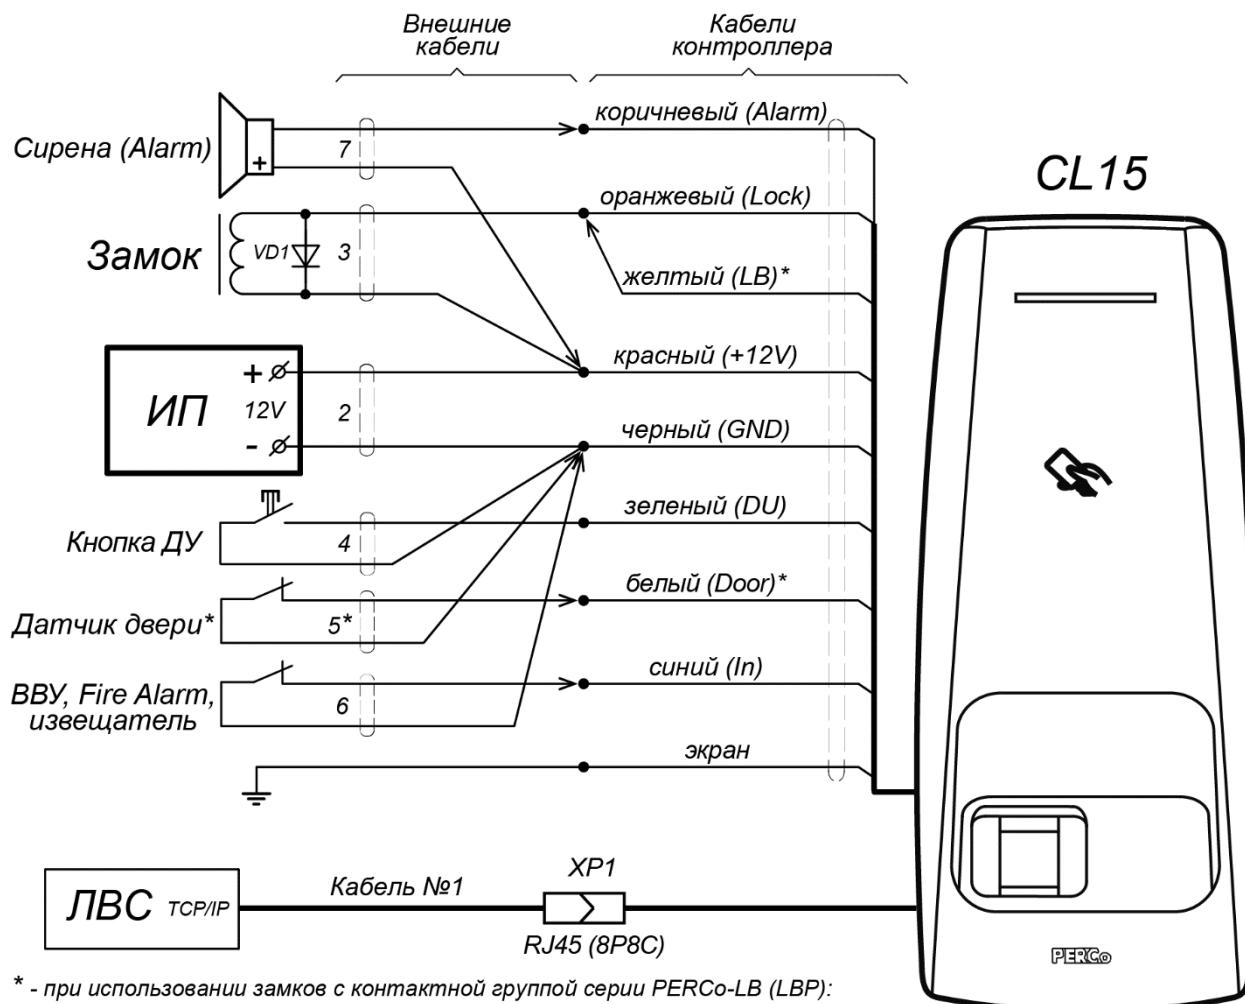

Рисунок 3. Схема подключений PERCo-CL15 для управления односторонним замком
Подключение к контроллеру осуществляется согласно схемам, представленным на рис. 3 - 10. Используемые типы кабелей указаны в табл. 3.
2. Произведите разделку двери и монтаж замка (защелки) в соответствии с их эксплуатационной документацией. Подключите кабель №3 (см. рис. 3, табл. 2) к замку (защелке).
3. Установите кнопку ДУ («Выход»). Место для монтажа кнопки ДУ должно выбираться, исходя из соображения удобства ее (например, рядом с дверью). Подключите кабелем №6 (см. рис.3, табл. 2) к кнопке ДУ.
4. При необходимости произведите монтаж магнитного датчика двери (геркона). При установке магнитный датчик должен быть закреплен на дверной коробке, а магнит – на двери таким образом, чтобы при закрытой двери обеспечивалось устойчивое замыкание контакта датчика. Подключение производится кабелем №7 (см. рис.3, табл. 2). В случае использования замка с контактной группой серии *PERCo-LB (LBP)* установка геркона не требуется, в этом случае в роли датчика двери выступает контактная группа замка. Вход *Door* контроллера в этом случае должен оставаться не подключенным.
5. При необходимости совместной работы двух контроллеров для обслуживания двухсторонней двери, произведите монтаж и подключение второго контроллера. Схема подключения представлена на рис. 5-4. Подключение производится параллельно по цветам проводов (не показано подключение кнопки ДУ, она в этом случае, как правило, не используется), а также сирены и устройства к входу *In* - при необходимости они могут подключаться по отдельности к любому из контроллеров по схеме на рис. 3). Синхронизация работы двух контроллеров производится по *Ethernet*.
- Подключите кабели от устройств к штатному кабелю контроллера согласно схемам, на рис. 3 - 9.
2. Смонтируйте при необходимости дополнительное оборудование (например, датчик *FireAlarm*, ВВУ, сирену и т.д.). Подключите кабели №6 и №7 (см. рис. 3 и 10, табл. 2) к дополнительному оборудованию.
4. Установите ИП на место его постоянной эксплуатации. Подключите кабель №2 (см. рис. 3, табл. 2) к ИП и контроллеру.